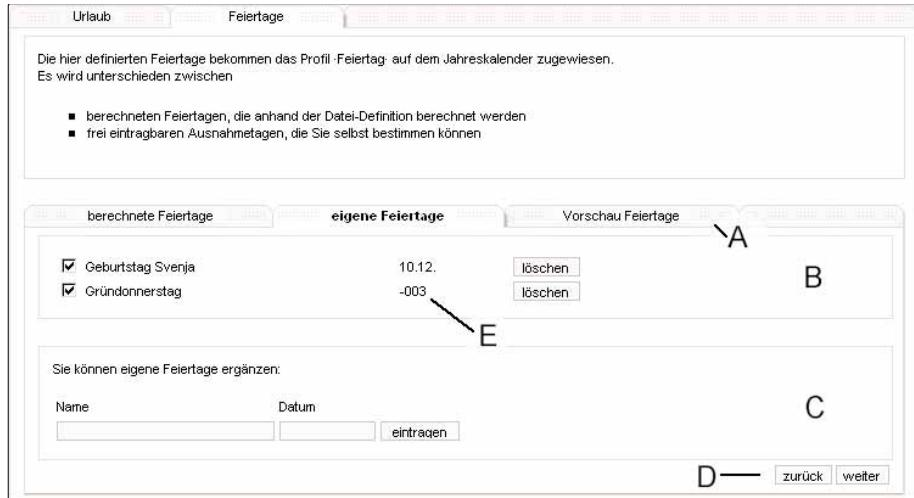

Bild 58: Ansicht 'eigene Feiertage' im Zeitplaner
Im Listenbereich erscheint eine von Ostersonntag abhängige Eintragung mit dem entsprechenden Offset anstelle des Datums (vgl. Bild 58 E). Das Löschen einer Festlegung ist im Listenbereich (B) mit der Schaltfläche **löschen** hinter dem jeweiligen Eintrag möglich. Mit dem Löschen wird das Tagesprofil 'Feiertag' an dem jeweiligen Datum durch das Wochenprofil oder ggf. durch das Tagesprofil 'Urlaub' ersetzt.